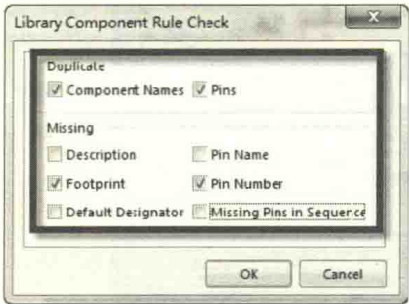

图 3-20 元件检查报告选项
- (1) 打开 SCH Library（元件库）面板，选中元件库中需要检查的元件。
- (2) 执行菜单命令“Reports-Component Rule Check...”。
- (3) 选择需要检查的报告选项，如图 3-20 所示。
- ① Duplicate-Component Names: 重复的元件名称。
- ② Duplicate-Pins: 重复的管脚。
- ③ Missing-Description: 元件描述未填写。
- ④ Missing-Pin Name: 管脚名称未填写。
- ⑤ Missing-Footprint: 元件封装未填写。
- ⑥ Missing-Pin Number: 元件管脚号未填写。
- ⑦ Missing-Default Designator: 元件位号未填写。
- ⑧ Missing-Missing Pins in Sequence: 在一个序列的管脚号码中缺少某个号码。
一般来说，设置如图 3-20 所指示的几项即可，其他的选项在需要用到时候再进行勾选检查即可。